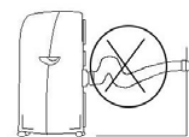

FIG. 9
- Le coude de la gaine est trop important et peut provoquer un mauvais fonctionnement. (Fig 9)